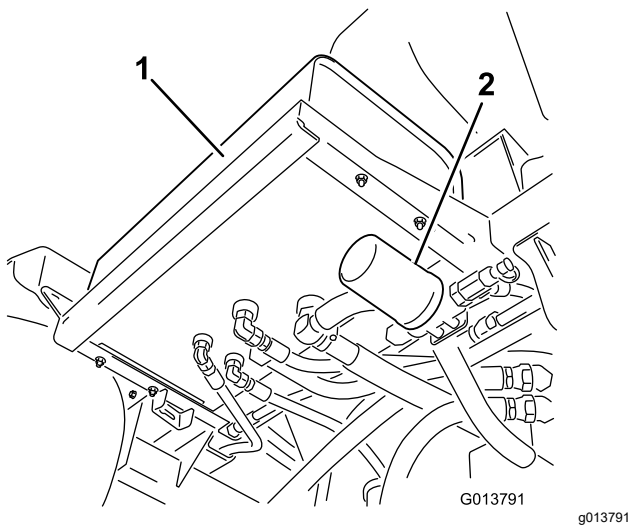
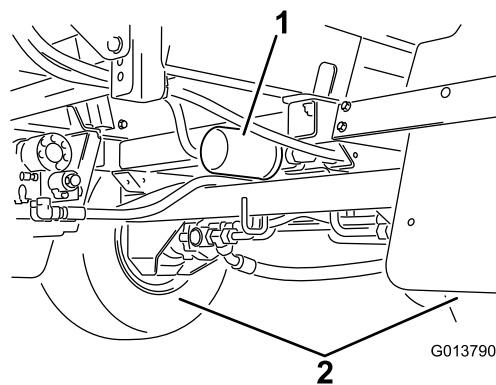

Figura 106
Figura 107
2. Localice los dos filtros hidráulicos en la máquina (Figura 106 y Figura 107).